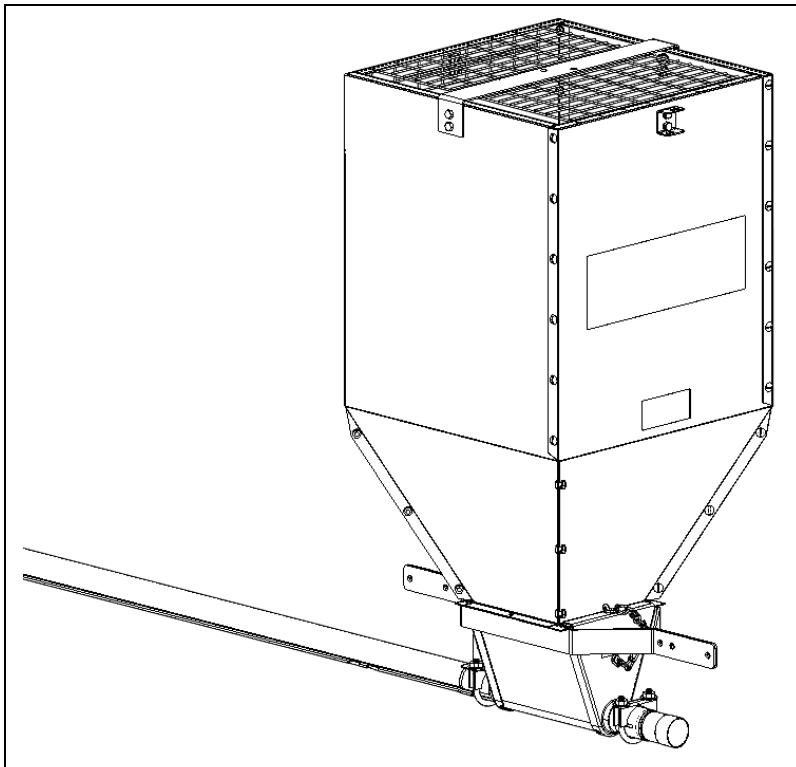

Рисунок 4AT
- Переместите собранный бункер на верхнюю часть воронки и закрепите с помощью штифтов в сборе, прилагающихся к воронке в сборе. (см. рисунок 4AT.)
- При работе с кормом, который может забиваться в бункере или воронке в сборе, предусмотрен шар мешалки. Шар мешалки просто находится на шнеке внутри воронки, как показано на Рисунок 4AU.